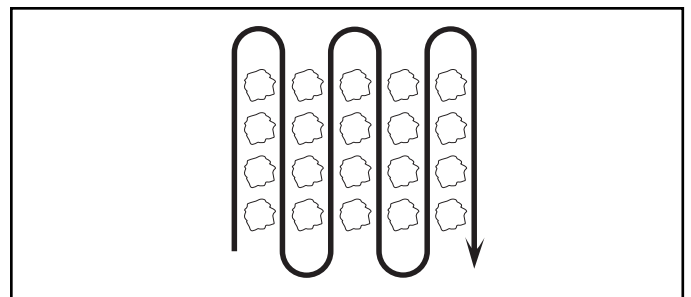

FIG. 15
- Binez les lignes de long en large à une vitesse qui permette aux dents de déraciner les mauvaises herbes et de laisser le sol à l'état brut pour faire en sorte que les mauvaises herbes et le gazon n'y poussent plus (Voir la fig. 15).